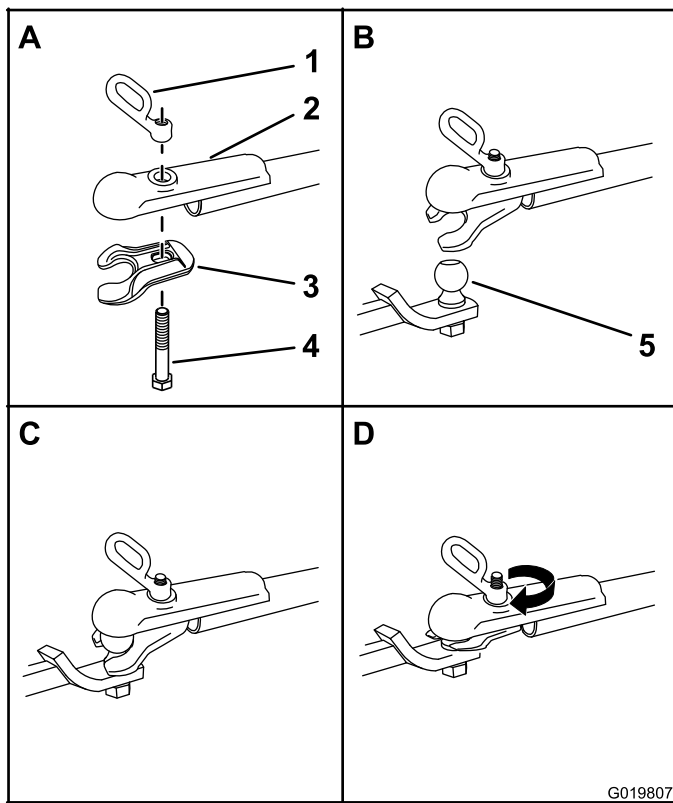

Figure 23
1. Appliquez du frein-filet sur les filetages du boulon du coupleur pour bloquer la poignée du coupleur en place (Figure 23).
- Poussez le boulon du coupleur dans la chape et le haut du coupleur, puis fixez la poignée du coupleur au boulon (Figure 23).
- Tournez la poignée du coupleur dans le sens horaire pour la visser sur le boulon jusqu'à ce qu'il soit bien fixé (Figure 23).